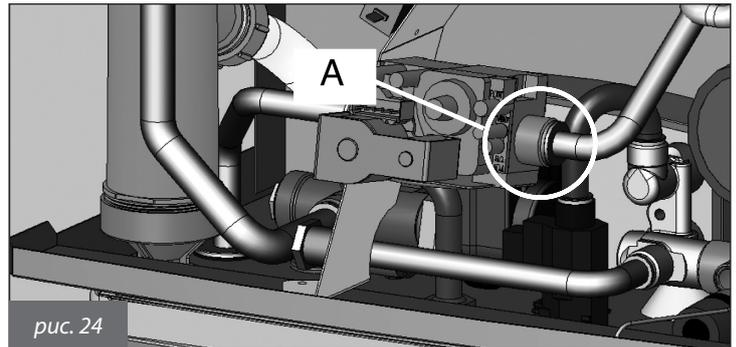

рис. 24
- отвинтить соединение на выходе из газового клапана (А на рис. 24);
- восстановить соединение на выходе из газового клапана (А на рис. 24);